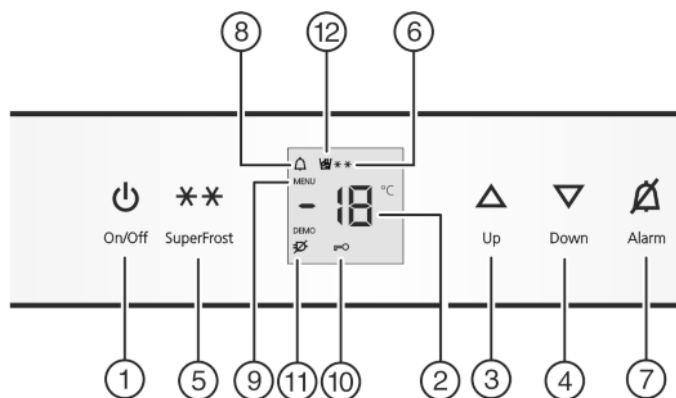

Fig. 2
- ▶ nacisnąć przycisk On/Off Fig. 2 (1).
- ▶ Aktywacja trybu regulacji: Nacisnąć i przytrzymać przycisk SuperFrost Fig. 2 (5) przez ok. 5 s.
- ▷ Świeci symbol menu Fig. 2 (9).
- ▶ W celu wyłączenia zabezpieczenia przed dziećmi krótko nacisnąć przycisk SuperFrost Fig. 2 (5). Jeżeli wskaźnik wskazuje **c!**.
- ▶ W celu włączenia zabezpieczenia przed dziećmi krótko nacisnąć przycisk SuperFrost Fig. 2 (5).
- ▷ Świeci symbol zabezpieczenia przed dziećmi Fig. 2 (10). Na wskaźniku miga **c**. Jeżeli wskaźnik wskazuje **c0**.
- ▶ W celu wyłączenia zabezpieczenia przed dziećmi krótko nacisnąć przycisk SuperFrost Fig. 2 (5).
- ▷ Symbol zabezpieczenia przed dziećmi Fig. 2 (10) gaśnie. Na wskaźniku miga **c**.
- ▶ Dezaktywacja trybu regulacji: nacisnąć przycisk On/Off Fig. 2 (1).
- ▶ Nacisnąć przycisk Alarm Fig. 2 (7).
Jednocześnie miga wskaźnik temperatury i symbol Alarmu Fig. 2 (8).
Akustyczny sygnał ostrzegawczy milknie automatycznie, znika symbol Alarmu Fig. 2 (8) i wskaźnik temperatury przestaje migać, gdy temperatura będzie ponownie wystarczająco niska. Jeżeli stan alarmu nadal się utrzyma: (patrz 7 Usterki).
- ▶ Nacisnąć przycisk Alarm *Fig. 2 (7)*.
- ▶ Ustawianie wyższej temperatury: nacisnąć przycisk ustawiania Up *Fig. 2 (3)*.
- ▶ Ustawianie niższej temperatury: nacisnąć przycisk ustawiania Down *Fig. 2 (4)*.